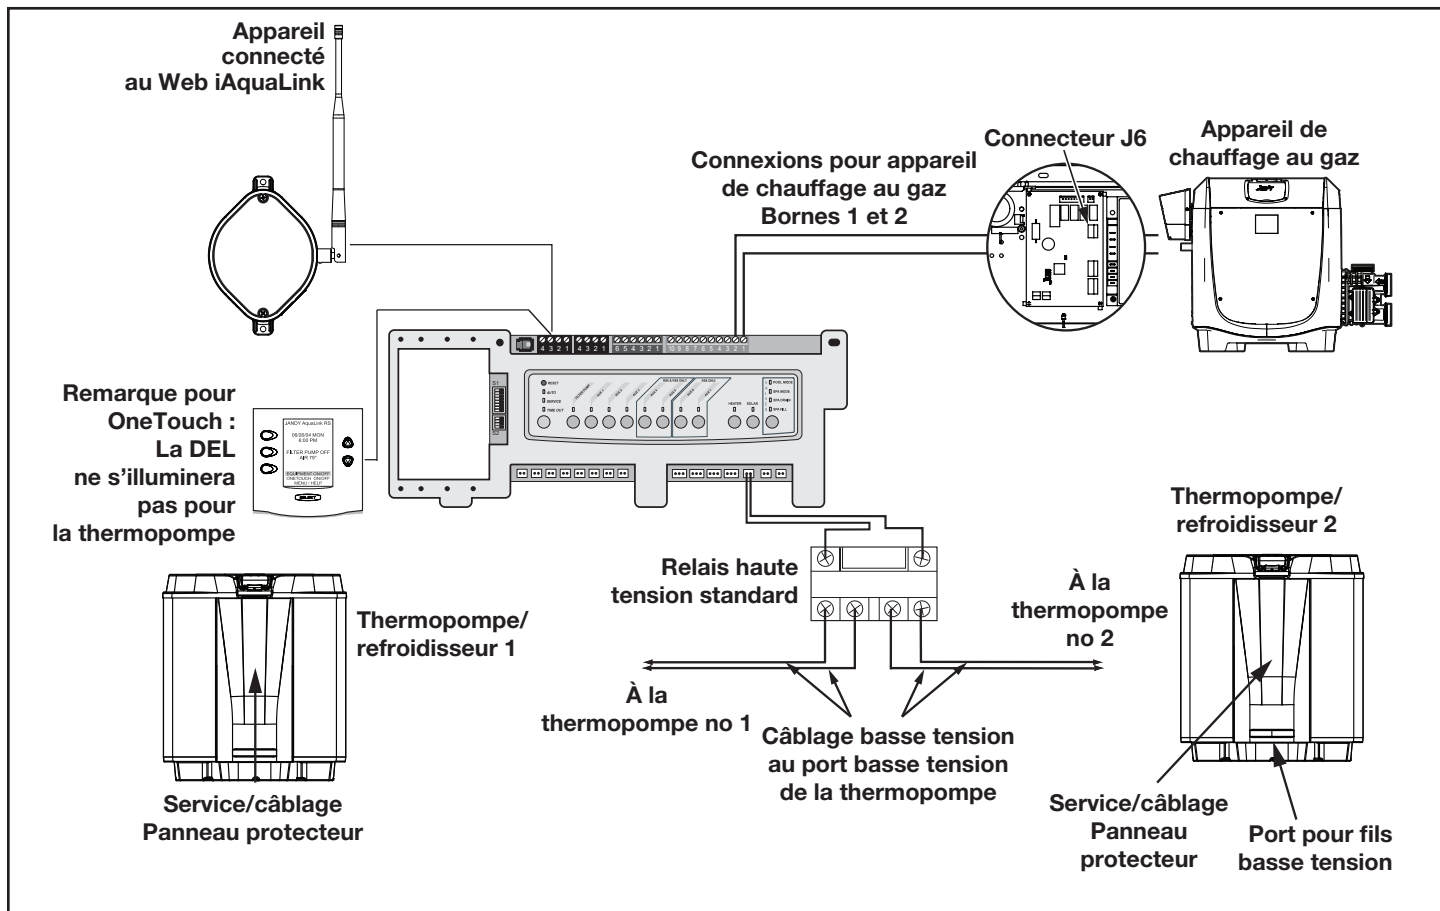

Figure 19. Câblage de l'appareil de chauffage et de la thermopompe/refroidisseur
- Pour faire passer les fils depuis le panneau de commande de la thermopompe, retirez les cinq (5) vis qui fixent le panneau protecteur pour le service/câblage à la thermopompe. Voir la figure 19.